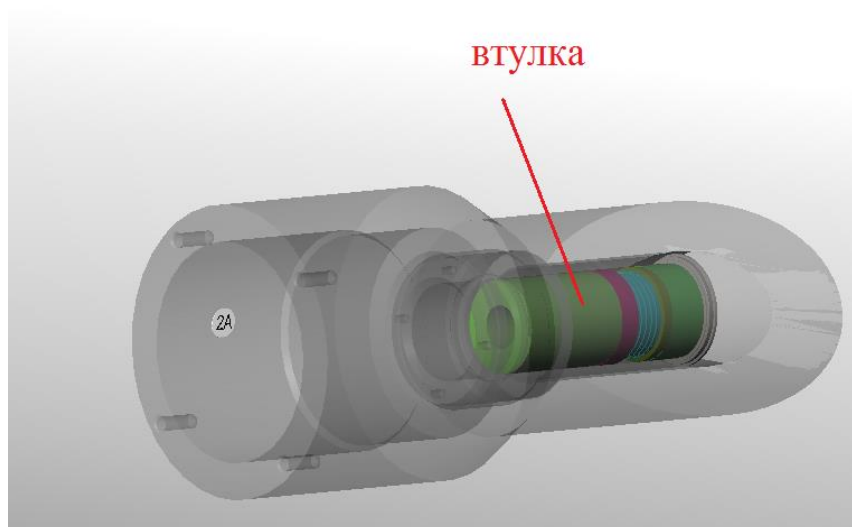

Рисунок 61 – Установка втулки
4.2.2.21 Установить втулку (рисунок 61).